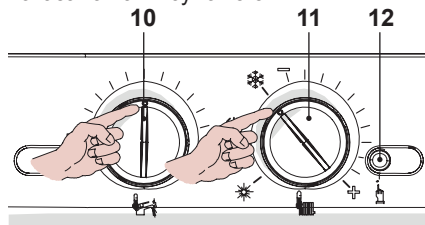

Рисунок 5.32
- Прежде чем включить электропитание котла, установите регуляторы 10 и 11, как показано на Рисунок 5.32.
- Чтобы настроить режим работы с термостатом, войдите в режим программирования, нажав и удерживая в течение 10 секунд кнопку перезапуска 12, см. Рисунок 5.32, пока на ЖК-дисплее не появится параметр **P01**; на ЖК-дисплее последовательно отобразятся следующие символы (параметр **P01** будет загораться поочередно с --- --).
- Несколько раз нажмите кнопку перезапуска 12, см. Рисунок 5.32, для прокручивания различных параметров, до достижения параметра **P03**, действительного для проверки функционирования водонагревателя с термостатом. Значение, отображаемое на ЖК-дисплее, уже установлено и должно быть **04**.
- После проверки войдите в параметр программирования **P04** и проверьте, что параметр установлен на **04**, вновь нажимая кнопку перезапуска 12, см. Рисунок 5.32.
- Чтобы настроить режим работы с датчиком NTC, войдите в режим программирования, нажав и удерживая в течение 10 секунд кнопку перезапуска 12, см. Рисунок 5.32, пока на ЖК-дисплее не появится параметр **P01**, на ЖК-дисплее последовательно отобразятся следующие символы (параметр **P01** будет загораться поочередно с --- --).
- Нажмите несколько раз кнопку перезапуска 12, см. Рисунок 5.32, для прокрутки различных параметров до достижения параметра **P03**, действительного для проверки функционирования водонагревателя с датчиком NTC.
- На ЖК-дисплее отображается значение **04**, поверните ручку регулировки котла 10, см. Рисунок 5.32, переводя ее на минимум.
В следующей таблице показана настройка ручки котла 10, см. Рисунок 5.32, с визуализацией на ЖК-дисплее параметра **P03**.
- Вновь нажмите кнопку перезапуска 12 для доступа в режим программирования **P04**, на дисплее отображается начальное значение **04**, поверните ручку настройки котла 10, см. Рисунок 5.32, на 90° по часовой стрелке, на ЖК-дисплее отображается значение **04**, соответствующее данной операции.
В следующей таблице показана настройка ручки котла 10, см. Рисунок 5.32, с визуализацией на ЖК-дисплее параметра **P04**.